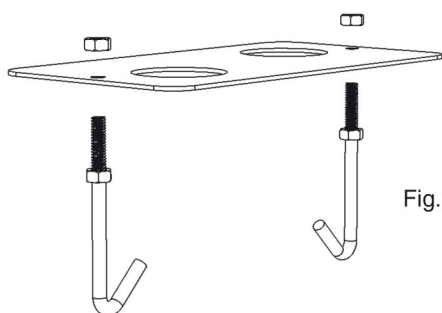

Fig.1
- Serrer les 2 tirants de fondation sur la plaque avec les 2 écrous M10 (Fig.1). En faisant référence aux mesures d'encombrement, fixer la plaque à terre dans une base de béton aux dimensions adaptées, en respectant les niveaux de fixation, parallèle au portail et parfaitement de niveau.